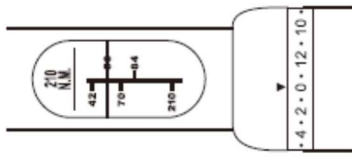

Abb.1
1. Stellen Sie die Hauptskala auf den Wert mit dem Querstrich „56“ und die Feineinstellung auf „0“. Der Drehmomentschlüssel ist jetzt auf 56 Nm eingestellt. (Abb.1)